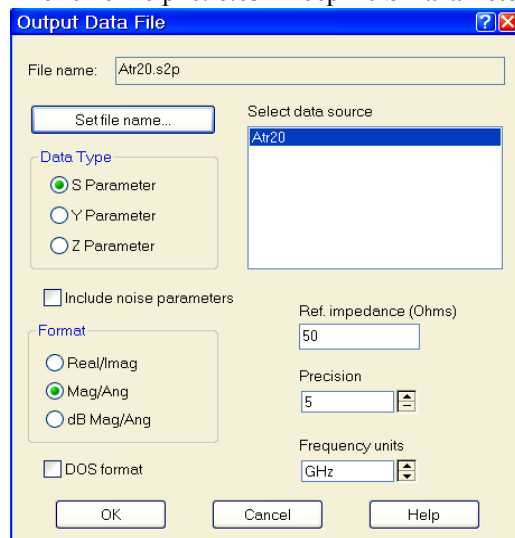

Рис. 6.63
3. В открывшемся окне рис. 6.63 выберите **S Parameter** в области **Data Type** (Тип данных). В области **Format** выберите формат данных, сохраняемых в файле, например, **Mag/Ang**.